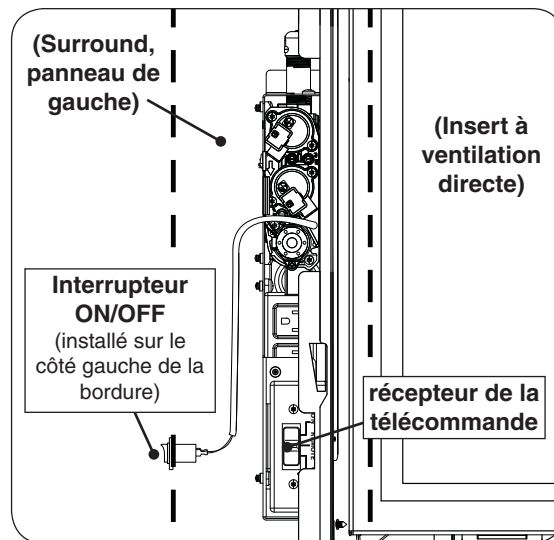
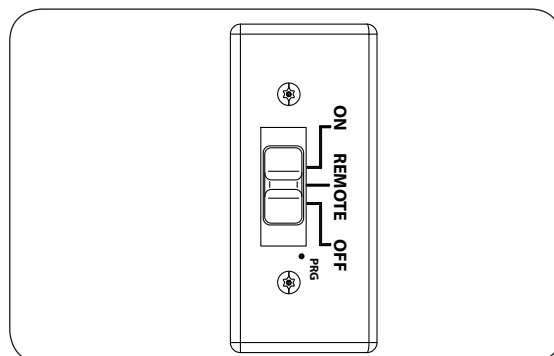
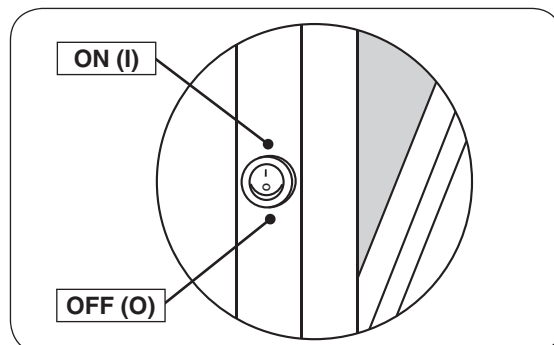

Fig. 42-1 Boîtier de commande (côté gauche, derrière surround)
Fig. 42-2 Détail récepteur à distance
Fig. 42-3 ON/OFF commutateur de détail
1. Le boîtier de commande est sur le côté gauche de l'appareil. Placez le récepteur de télécommande du boîtier de commande (voir Fig. 42-1). Faites glisser le commutateur à 3 positions sur le récepteur à la position **REMOTE** (voir Fig. 42-2).
2. Localisez le commutateur ON / OFF sur le côté gauche du cadre (voir Fig. 42-1). Le mettre en position **ON (I)** (voir Fig. 42-3).